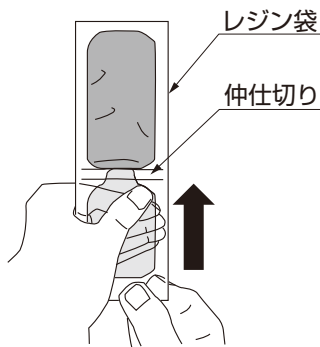

図3-6
- ③レジン袋を端から巻き上げ、内部の樹脂を押し出して伸仕切り部を貫通させてください。(図3-6参照)